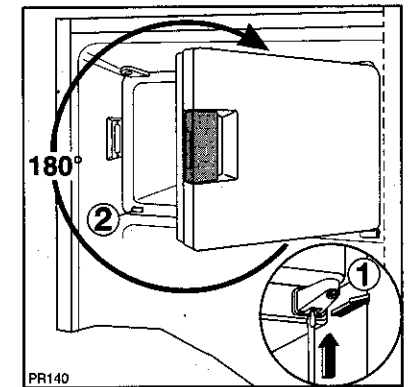

Abb. 2
Mit Hilfe eines Schraubendrehers den unteren Scharnierträger (1) lösen. Die Schnapphalterung mit dem Schraubendreher leicht nach oben drücken und den Scharnierträger nach vorne ziehen (s. Abb. 2).